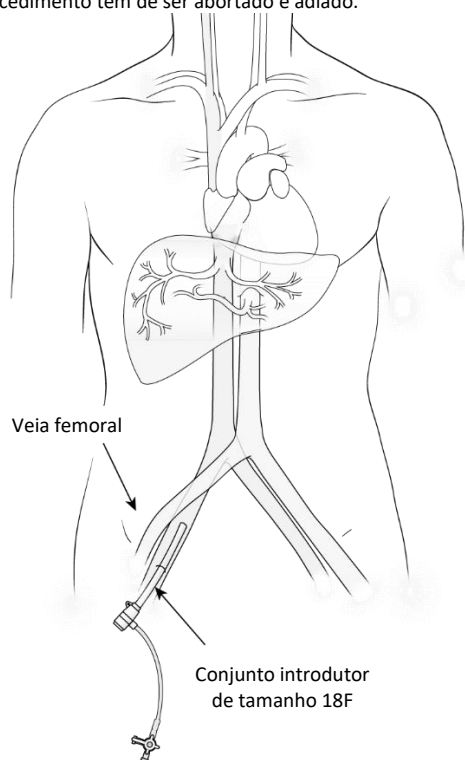

Figura 24
- (a) Utilizando a técnica de punção de Seldinger e técnicas fluoroscópicas e angiográficas padrão, coloque a bainha introdutora de tamanho 18F dentro da veia femoral após dilatação seriada com os dilataadores de tamanho 9F e 13F. A bainha venosa pode ser colocada ipsilateral ou contralateral em relação à colocação da bainha da artéria femoral de tamanho 5F, ver Figura 24. Irrigue a bainha com soro fisiológico normal heparinizado. É necessária orientação sonográfica e uma punção única da parede anterior da veia femoral por cima da cabeça do fêmur para assegurar a compressibilidade da veia quando a bainha é removida. Se for efetuada inadvertidamente uma punção supra-inguinal, o procedimento tem de ser abortado e adiado.